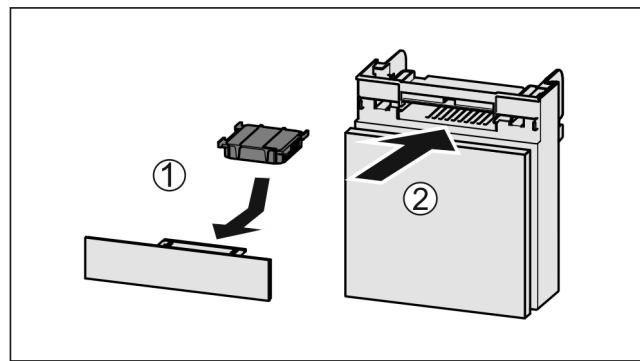

Fig. 226
- ▶ Helyezze be Fig. 226 (1) az aktív szén-szűrőt az ábrán látható módon.
- ▶ Tolja be Fig. 226 (2) a rekeszt.